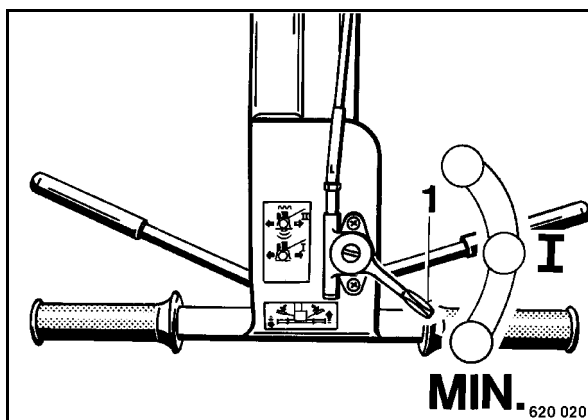

рис. 17
- Установить рычаг управления частотой вращения 1 (рис. 17) в положение "I" или "MIN". После непродолжительного времени вибрация прекращается.